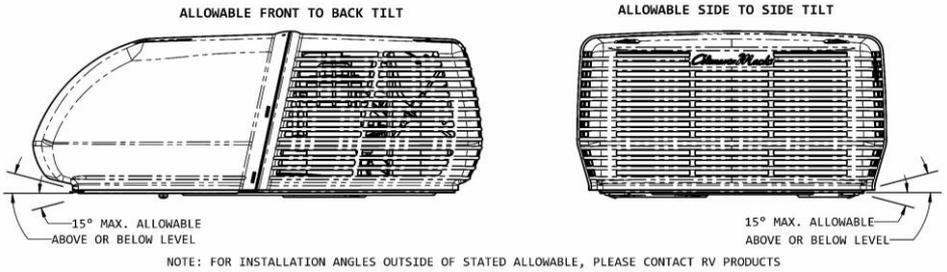

Figure 3
C. Le climatiseur de toit doit être monté aussi près du niveau avant-arrière que latéralement possible lorsque le véhicule est stationné au niveau. La figure 3 montre les écarts maximaux admissibles en degrés par rapport au plan plat de la surface totale).